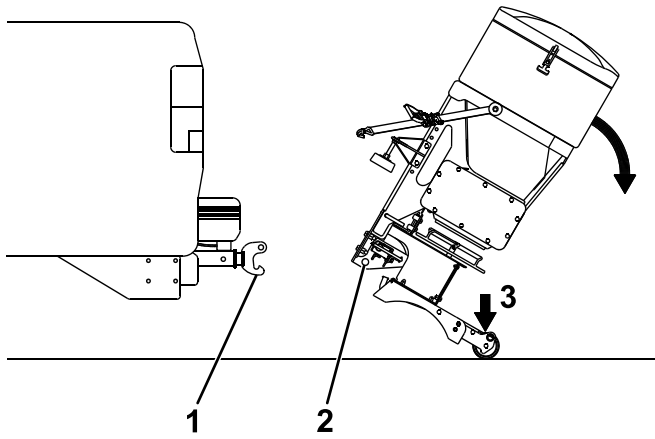

图 21
3. 稳稳抓住撒布机并站在支腿总成上将其向后旋转直至 RT3 附件的底销离开 RT3 挂钩 图 21。